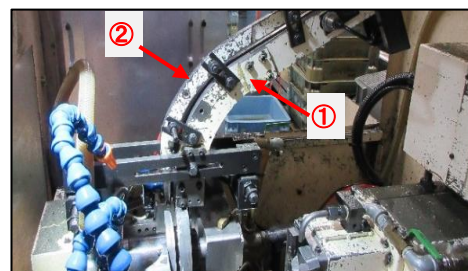

図 3
- (1) シュート前後の調整 (図 3-①)
- (2) フネ(頭押さえ)の調整 (図 3-②)